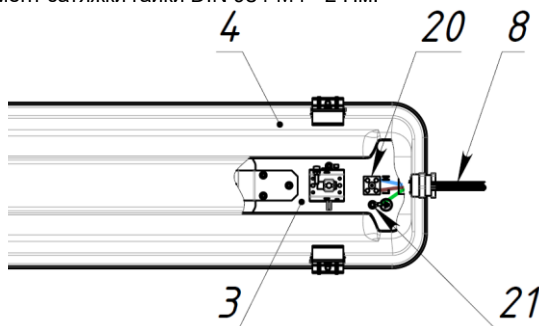
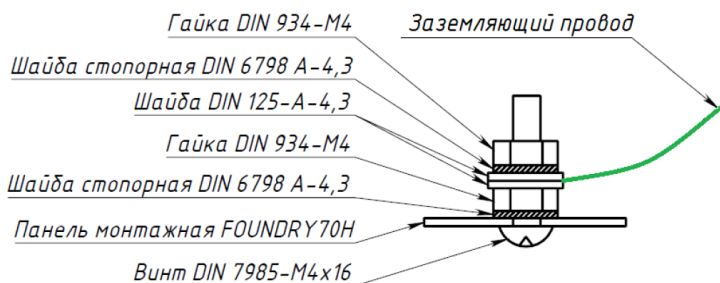

Рис. 6
Рис. 7
Завести питающий кабель ламп ПРКС 3х1,5 (8) в корпус FOUNDRY 70H w/o driver box (4) через кабельный ввод, подключить провода к керамической клеммной колодке (20) и заземляющему винту (21) в соответствии с указанной полярностью на монтажной панели (3): L – N, PE, (L – коричневый, N – синий, PE – желто-зеленый с кольцевым наконечником) см. рис. 6. Момент затяжки винтов в клеммной колодке (20) - 0,5 Нм. Заземляющий провод с кольцевым наконечником установить между двумя плоскими шайбами DIN125-A-M4,3 заземляющего винта (21), см. рис. 7. Момент затяжки гайки DIN 934-M4 - 2 Нм.